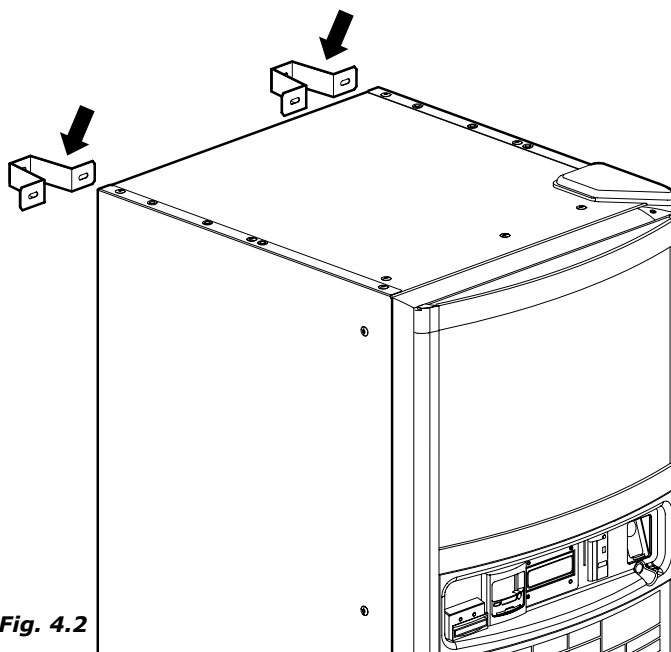

Fig. 4.2
- Por seguridad se recomienda poner escuadras de fijación (Fig. 4.2).